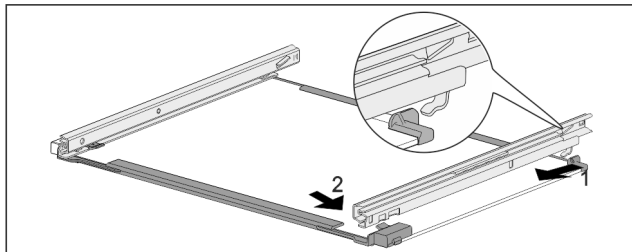

Fig. 78 Glassplate med skinner
- Hekt inn skinne bak. Fig. 78 (1)
- Hekt inn skinne foran. Fig. 78 (2)